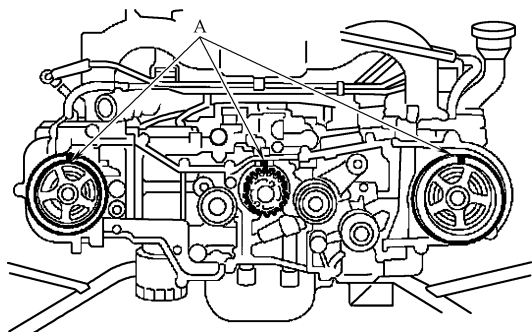

图 27-45 凸轮轴链轮正时标记识别
① 用专用工具转动凸轮轴链轮，使正时标记 A 位于图 27-45 所示的位置。